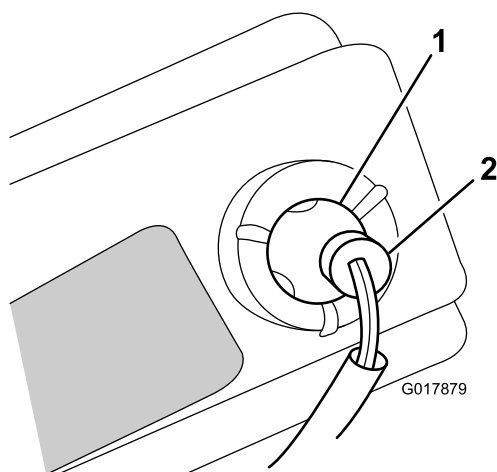

Bild 30
6. Ziehen Sie die Birnenfassung heraus (Bild 30).